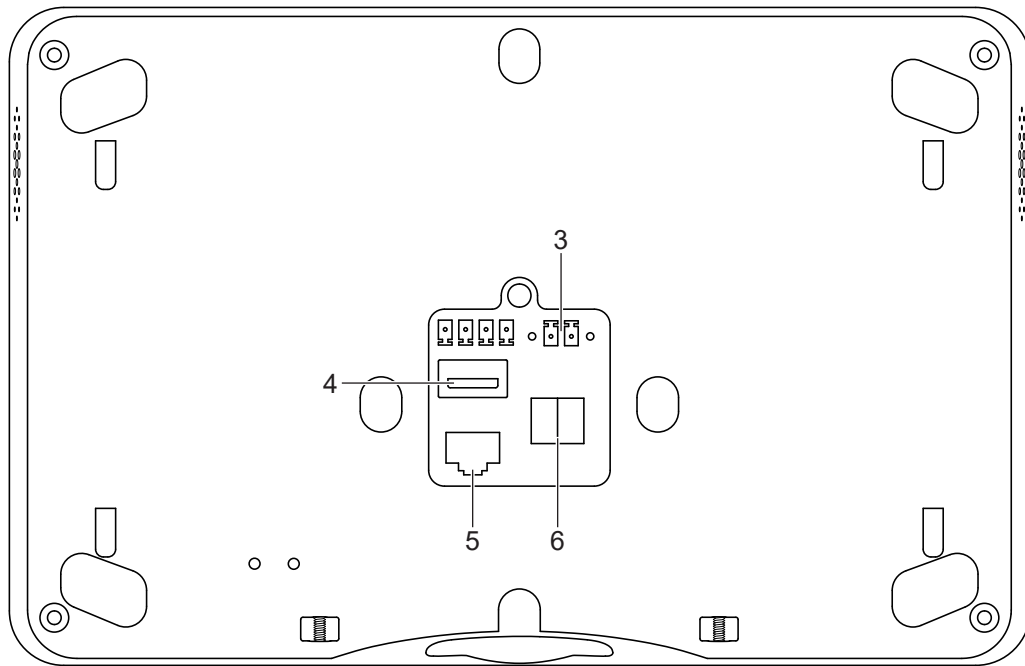

Abb. 3: Anschluss
- Spannungsversorgung (3) und KNX (6) anschließen. (Abb. 3)
- Optional LAN (5) anschließen.